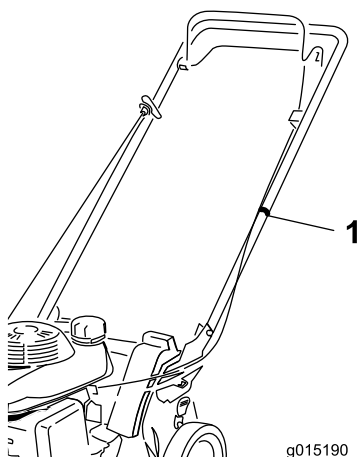

Figure 8
- Attachez les câbles au guidon (Figure 8) avec le serre-câble pris dans les pièces détachées.